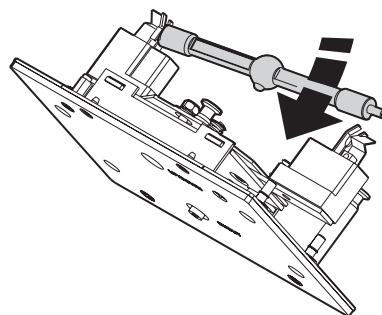

Figure 3: Mise en place de la lampe
5. Orientez le téton de la lampe neuve vers l'arrière comme indiqué sur la Figure 3, insérez la pointe gauche de la lampe dans le ressort de rétention puis engagez la lampe complètement.